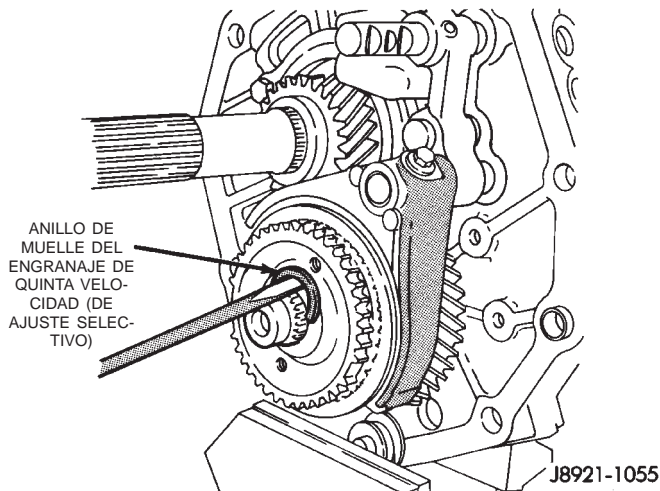

Fig. 52 Desmontaje del anillo de muelle del engranaje de quinta velocidad
(2) Mida la holgura de empuje entre el engranaje del árbol intermedio de quinta velocidad y el anillo de tope con un calibrador de espesor. La holgura debería oscilar entre 0,1 y 0,4 mm (0,003 y 0,019 pulg.). Si la holgura excede esos límites, deberá reemplazarse el engranaje y/o el anillo.
(3) Retire el anillo de muelle de retención del engranaje del árbol intermedio de quinta velocidad (Fig. 52).